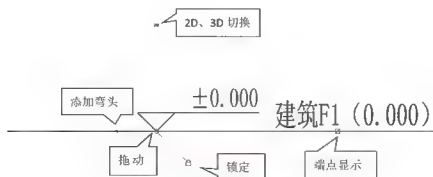

图 1.28 其他内容修改
(3) 其他内容修改。单击一条标高，标高两端会出现一些符号，包括“添加弯头”“拖动”“锁定”“2D、3D 切换”“端点显示”等（图 1.28）。“添加弯头”可以使标高线端部出现弯折，避免两条标高太近而发生重叠。可以通过控制弯头的两个圆点来改变弯折的距离。如果取消弯折，只需将两个圆点拖至重合即可。“拖动”可以改变标高线的长度。默认“锁定”状态下拖动某一条标高，其他标高做相同变化。如果将锁打开，拖动只会改变当前标高线。“2D、3D 切换”可以改变视图模式，默认 3D 模式下拖动标高其他视图也随之变化，单击 3D 变为 2D 模式，拖动只会改变当前视图下的标高长度。取消选中“端点显示”框，标高名称信息将会隐藏。